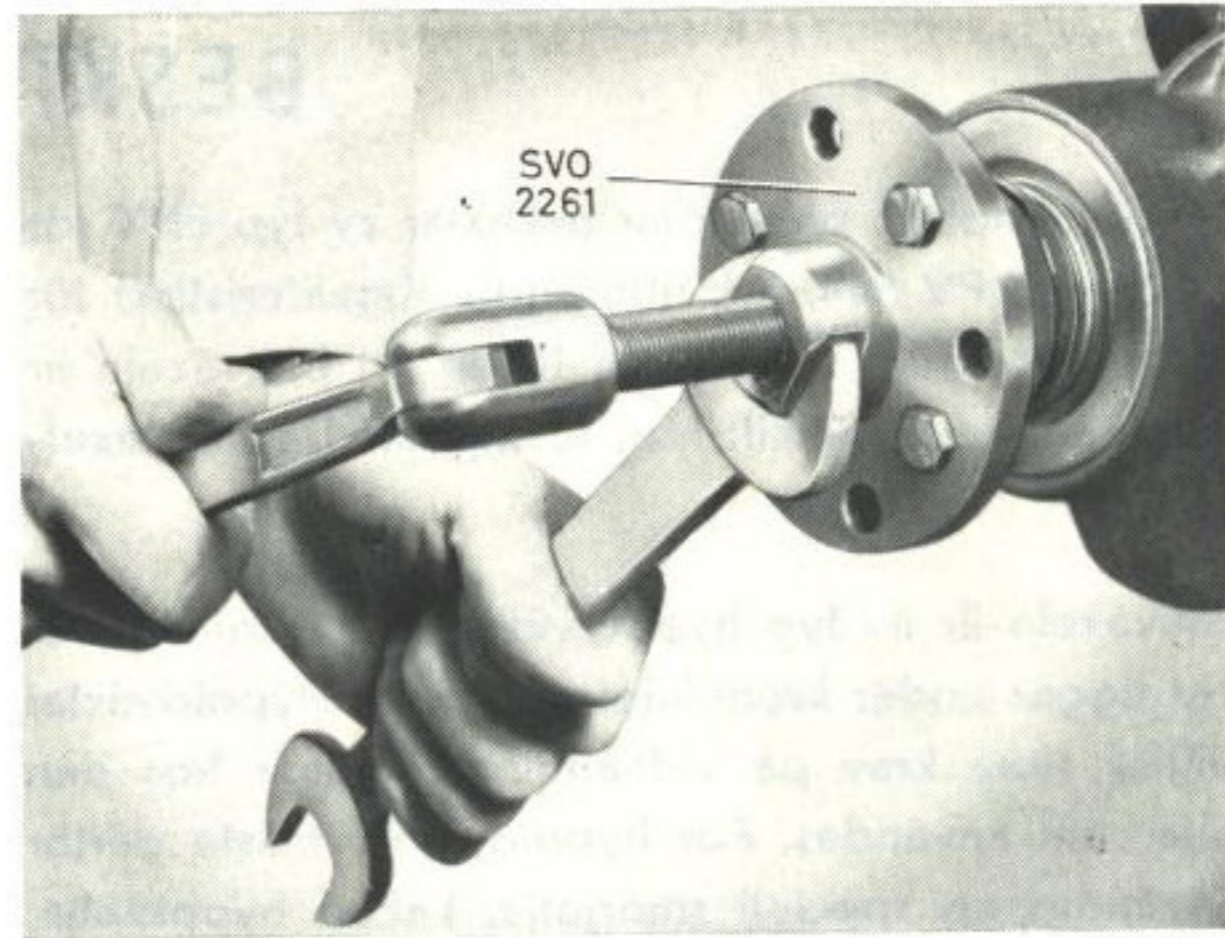
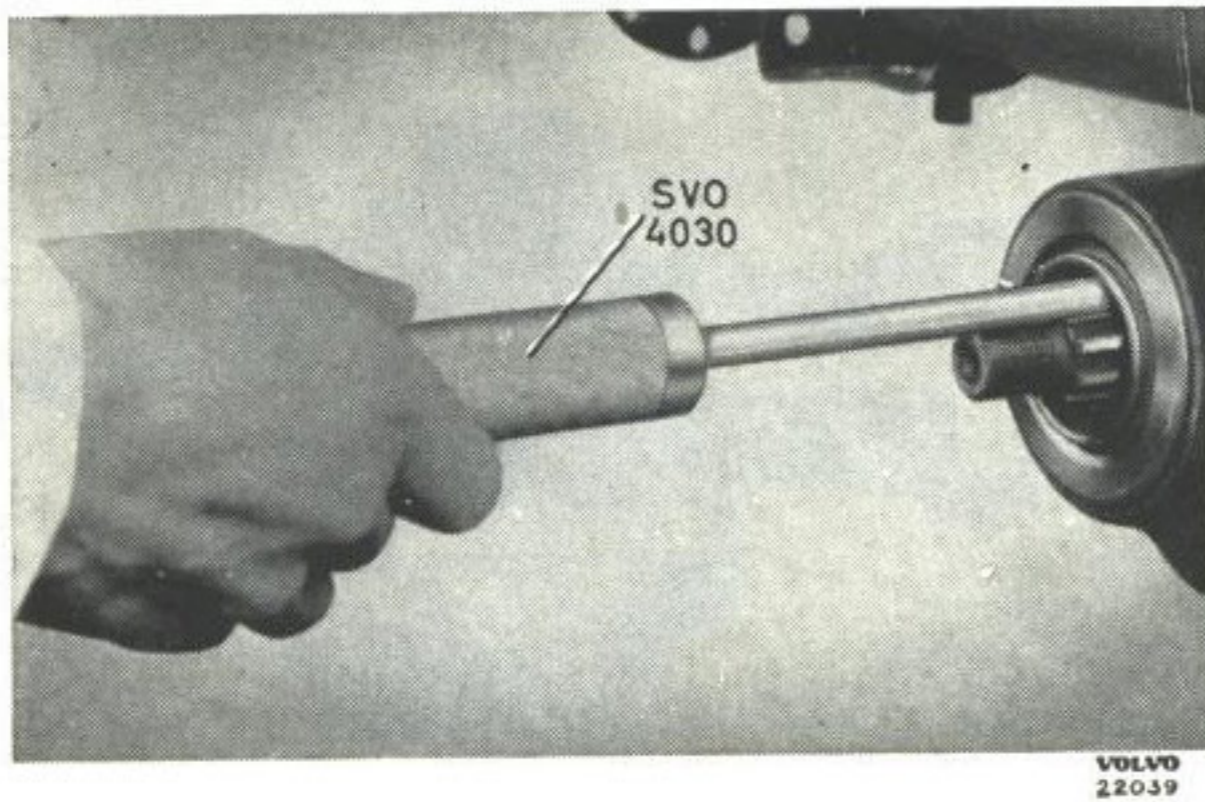

Bild 5. Demont. av medbringare, PV 544.
Bild 7. Demont. av tätningssring.
bringaren med SVO 2261 för PV 544 och SVO 2262 för P 120. Se bild 5 resp. 6. Tag bort den gamla tätningssringen med SVO 4030, bild 7.
1. Sätt upp bakväxeln i fixtur SVO 4110. Kontrollera att överfallen (37) för differentiallagren är sammärkta med huset. Märk annars ena sidan med körslag. Skruva bort skruvarna (44) för överfallen och tag bort dessa.
2. Tag bort ställmuttrar (34) och lagerringar. Lyft bort differential med kronhjul.
3. Lossa muttern (22) för medbringaren. Använd därvid SVO 2409 som mothåll. Drag av medbringaren (21) med verktyg SVO 2261 för PV 544 och SVO 2262 för P 120, bild 5 resp. 6. Pressa ut pinjongen (18).
4. Drag ut fättningsringen (20) med utdragare SVO 4030 ur pinjonghusets främre ände, bild 7. Tag bort papperspackning, plåtbricka (19) och rulllager (25).